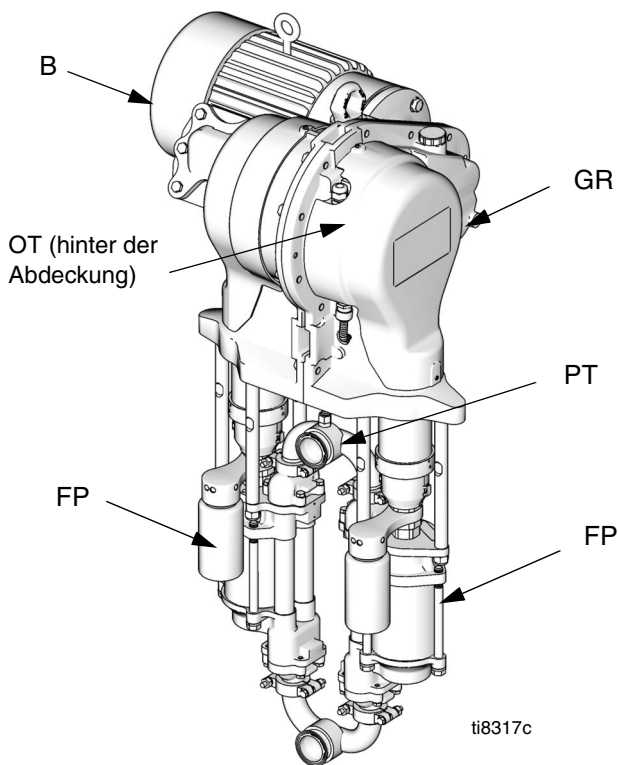
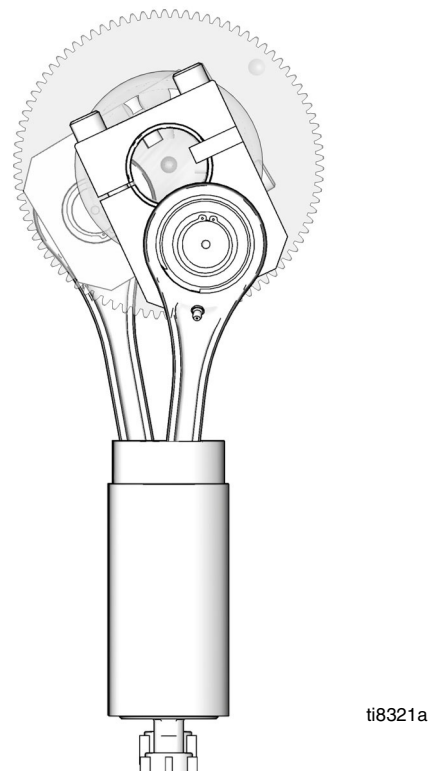

ABB. 1. Elektrische Umlaufpumpe
ABB. 2. Schnittansicht der versetzten Hubpositionen
Ein Elektromotor (B) treibt ein 75:1-Vorgelege (GR) an, das wiederum zwei Materialpumpen (FP) antreibt. Siehe ABB. 1. Die Hubpositionen der beiden Pumpen sind versetzt, damit ein ständiger Materialfluss aus der Pumpengruppe erzielt wird. Siehe ABB. 2.